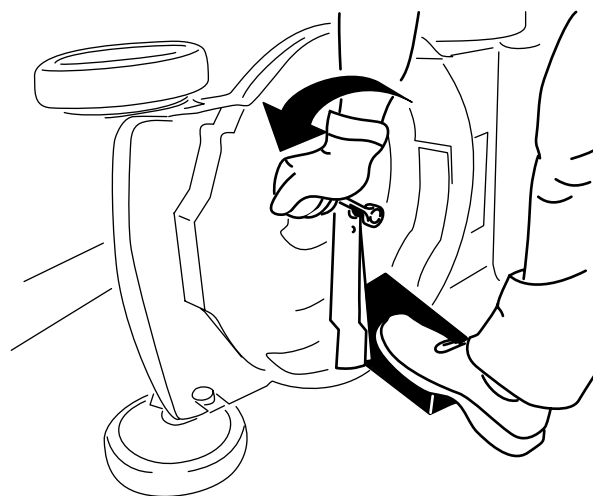

Figure 21
2. Immobilisez la lame avec un morceau de bois (Figure 21).
3. Déposez les lames mais conservez toutes les fixations (Figure 21).